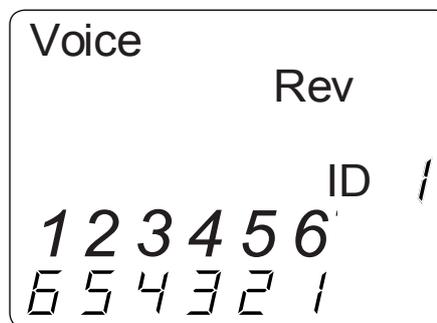

Abbildung 4. Test im Sprachmodus mit Rev-Kabel
3. Einzeltest: Um einen einzelnen Test an dem verbundenen Sprachkabel (6 Pins) durchzuführen, drücken Sie die Taste SPRACHE. Die folgende Anzeige erscheint auf dem Bildschirm (siehe Abbildung 4):
4. Dauertest: Um einen Dauertest durchzuführen, drücken Sie die Taste SPRACHE und halten diese gedrückt, bis "LOOP ON" angezeigt wird (siehe Abbildung 5 unten). Wenn Looping aktiv ist, erscheinen drei kleine sich bewegende "Balken" auf der rechten Bildschirmseite. Die Bildschirmanzeige wird mit den Symbolen und Werten aktualisiert, die auch bei einem Einzeltest angezeigt werden (siehe Abbildung 4).